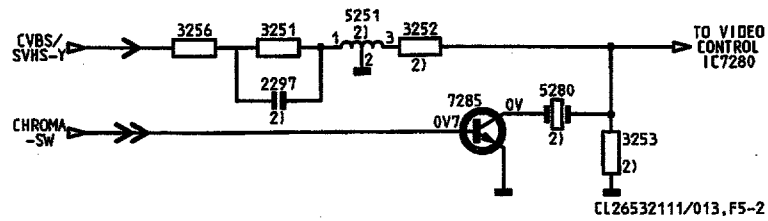

Fig. 5.2
5.2 La via di luminanza (Fig. 5.2)